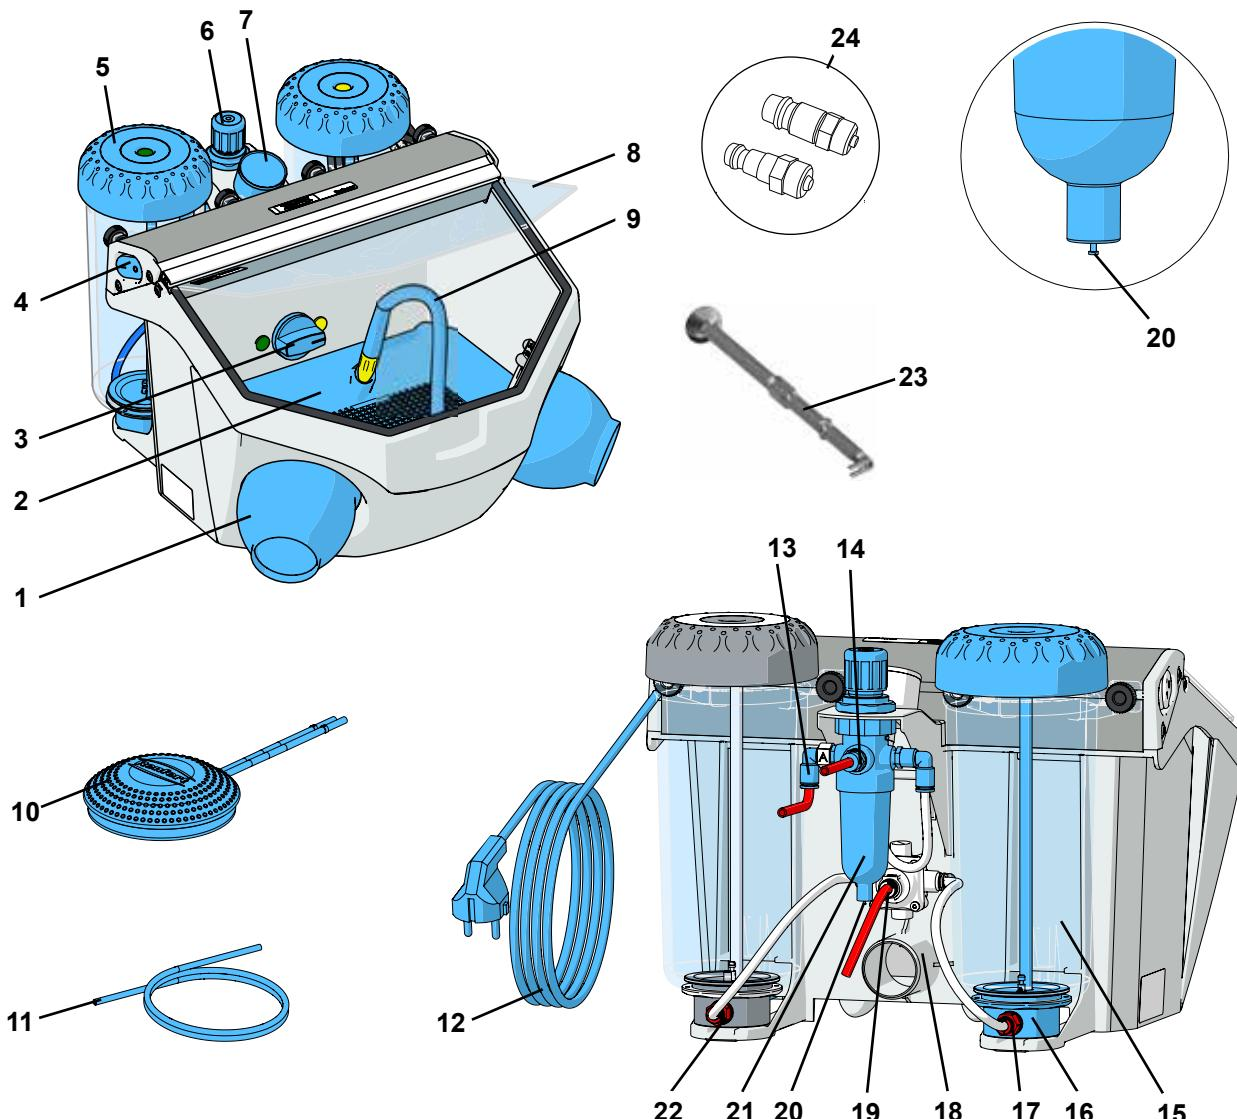

Fig. 1
- ⇒ Rul netkablet (12, Fig. 1) ud.
- ⇒ Sæt udsugningens sugeslange på udsugningsrøret (18).